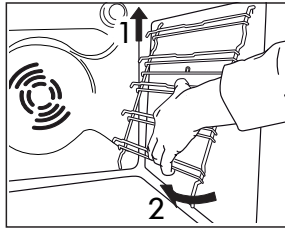

Bild 5
2. Ta ut gallren genom att lyfta dem (1) och vrida dem (2) så som visas i bilden Bild 5.